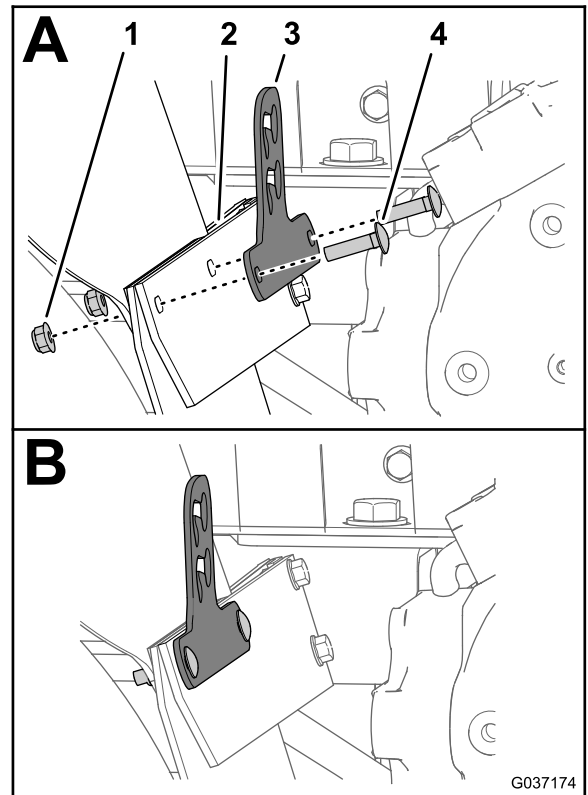

Figure 12
2. Alignez les trous du support du robinet de vidange, de la bride d'aile, du pare-boue et de l'aile (Figure 12).
3. Assemblez le support du robinet, la bride de l'aile, le pare-boue et l'aile (Figure 12) à l'aide des 2 boulons de carrosserie (5/16" x 1¼") et des 2 contre-écrous à embase (5/16").